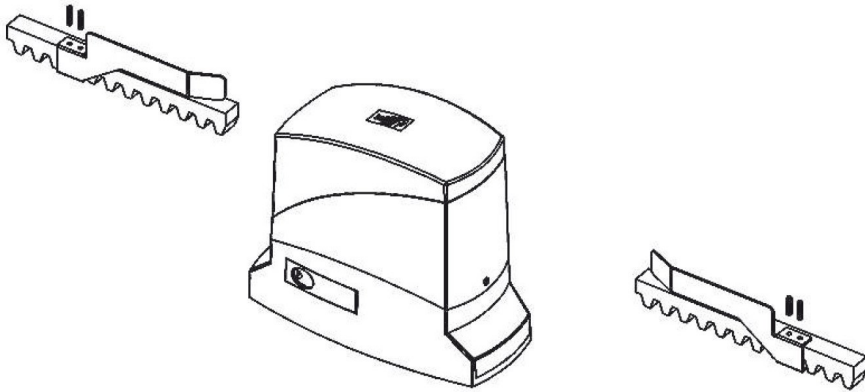

Fig.8
- Fixer les brides de fins de course sur la crémaillère avec les goujons prévus, en considérant que dans la phase d'arrêt, le portail continue sa course sur 2-3 cm en plus après l'intervention des fins de course (Fig.8).